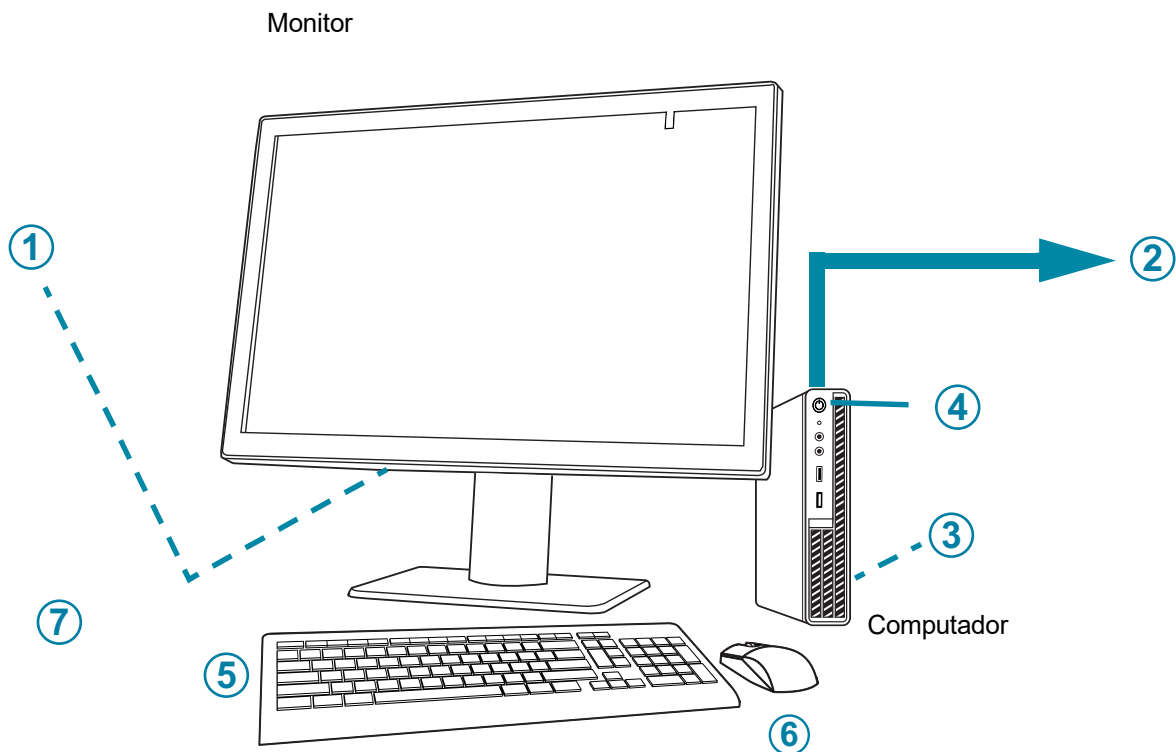

Figura 1-4 Componentes da Estação de Revisão
Chave de Figura 1-4
①	Interruptor de alimentação do monitor, sob a tampa do compartimento dos conectores
②	Ligação ao Image Management Server (ilustrado no conceito na Figura 1-4)
③	Cartão do processador do computador, instalado no computador
④	Interruptor de alimentação do computador, a localização varia de acordo com o modelo do computador
⑤	Teclado do computador
⑥	Rato do computador
⑦	Scanner de código de barras (opcional, não apresentado na Figura 1-4)